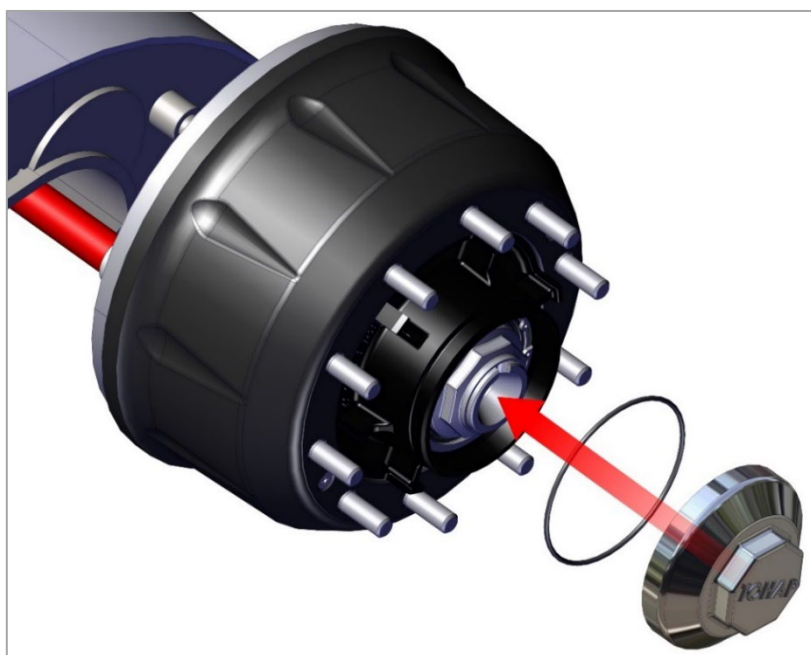

Рис. 28. Монтаж крышки ступицы колеса с резиновым уплотнительным кольцом
3) Установите крышку ступицы колеса с резиновым уплотнительным кольцом (рис. 28)